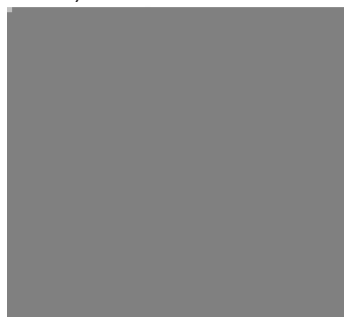

Рис. 17 Замена моторного масла
3. Наклоните виброплиту в сторону маслосаливной горловины двигателя и слейте отработанное масло через маслосаливную горловину в подготовленную для этого емкость (Рис. 17).